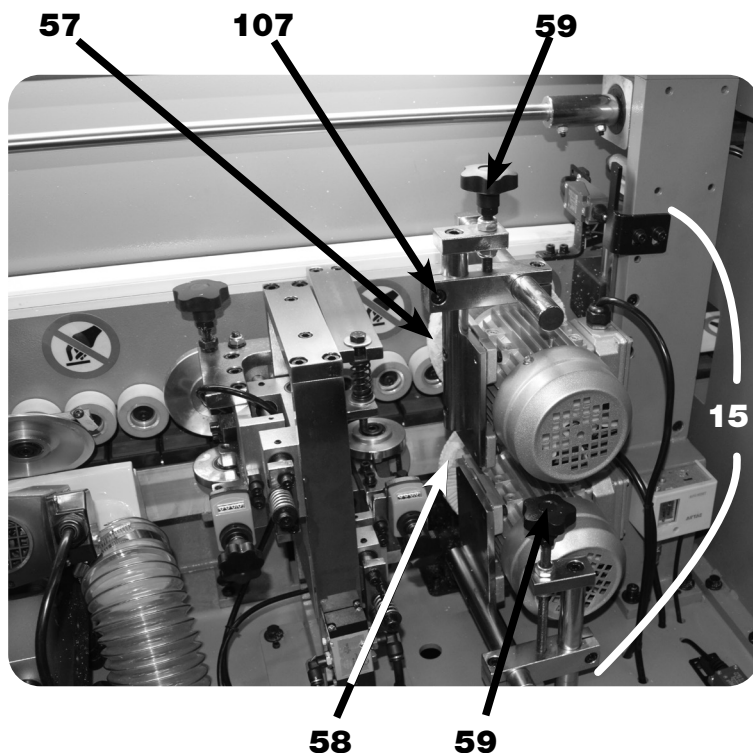

FIGURA 41 – Ajuste da altura das Politrizes do Polidor
6. Ajuste da altura das Politrizes (57) e (58) do Polidor (15) (figura 41):
- a) **SOLTAR** o Parafuso de Trava do Polidor (107);
- b) **GIRAR** o Manipulo (59) no sentido horário para avançar a ferramenta;
- c) **GIRAR** o Manipulo (59) no sentido anti-horário para recuar a ferramenta;
- d) **APERTAR** o Parafuso de Trava do Polidor (107);